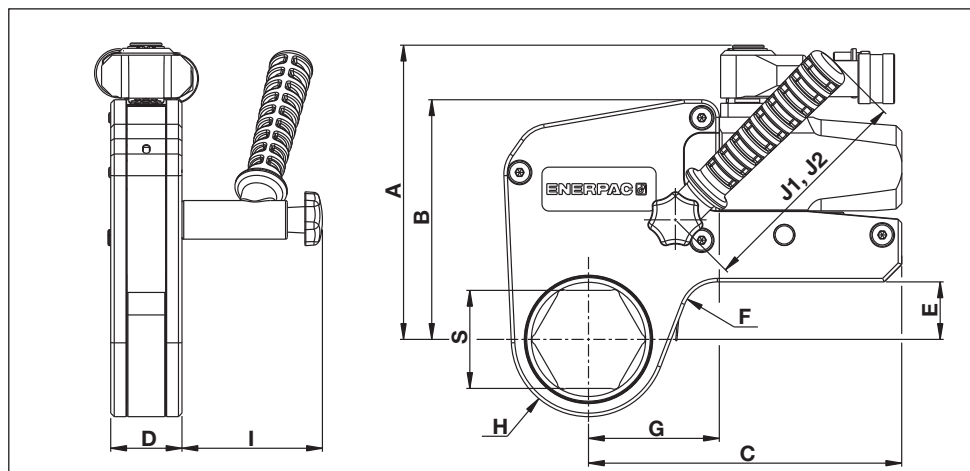

Fig. 22
6.1 Capacidades, dimensiones y datos adicionales del producto (Fig. 22)
6.2.1 Tabla sistema métrico - Cabezales de la serie W2000X, W4000X y W8000X (véase Fig. 22 para las ubicaciones de las dimensiones S, H y G)
6.2.2 Tabla sistema métrico - Cabezales de la serie W15000X (véase Fig. 22 para las ubicaciones de las dimensiones S, H y G)